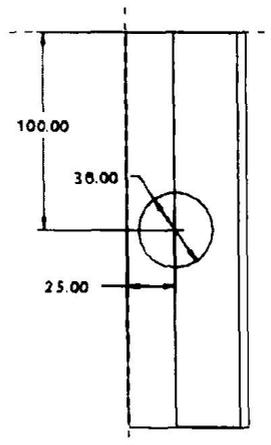
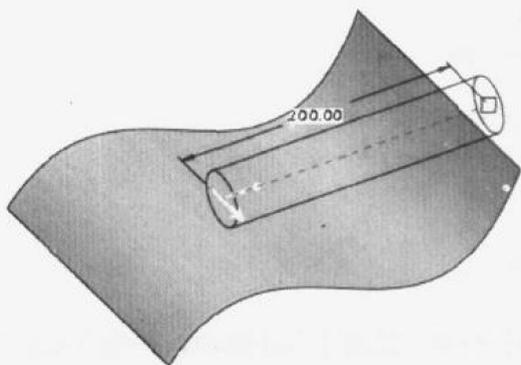

图 1-10
图 1-11
(1) 单击拉伸工具按钮, 在拉伸特征面板中, 单击 按钮, 单击草绘截面按钮 , 系统显示 Section 对话框。
(2) 选择 TOP 基准面为草绘平面, RIGHT 基准面为参考平面, 接受系统默认的视图方向。单击该对话框中的 Sketch 按钮, 系统进入草绘状态。
(3) 绘制如图 1-10 所示的截面。
(4) 单击草绘命令工具栏中的“√”按钮, 单击 Section 对话框中的 OK 按钮。
(5) 单击拉伸特征面板中的移除材料按钮 。
(6) 单击 Options 按钮, 在弹出的拉伸模式面板中, 选择 Blind 选项, 并输入深度“200”。
(7) 使用方向按钮 , 调整拉伸方向和移除材料方向, 结果如图 1-11 所示。